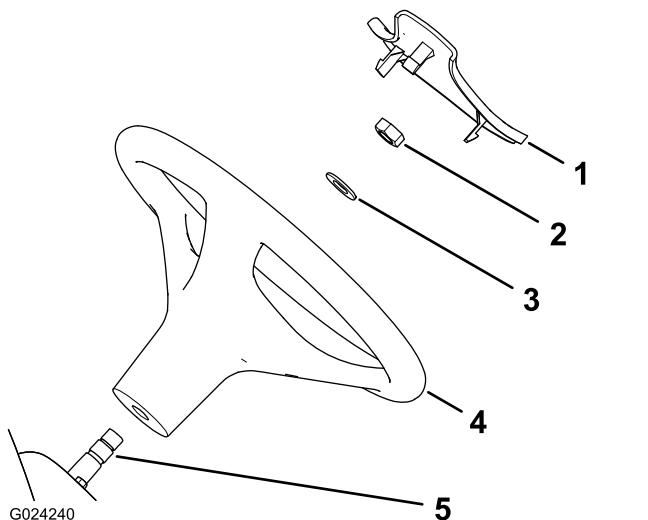

Рисунок 3
- Если установлена крышка, снимите ее со ступицы рулевого колеса (Рисунок 3).
- Снимите гайку с рулевого вала (Рисунок 3).
- Наденьте рулевое колесо и шайбу на рулевой вал (Рисунок 3).
- Установите крышку на рулевое колесо (Рисунок 3).